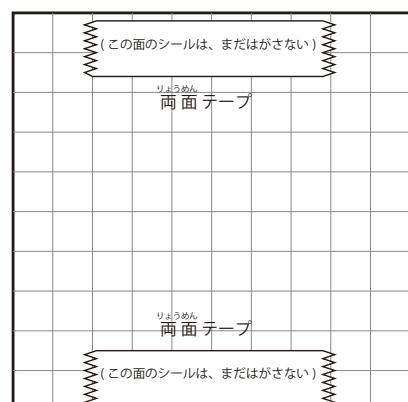

図5 工作用紙に両面テープを貼る
- 4) 図5のように10 cmに切った工作用紙の方眼印刷側に両面テープを2ヶ所貼ります。